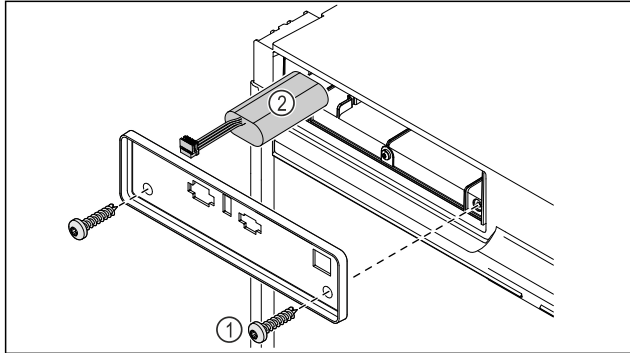

Fig. 189
► Викрутити гвинти і зняти кожух на задньому боці пристрою Fig. 189 (1).
► Батарею від'єднати та вийняти Fig. 189 (2).